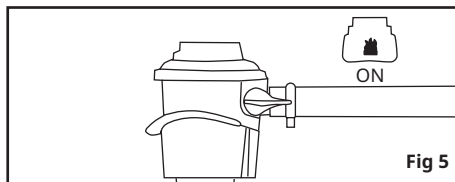

Fig 5
ABIERTO (ON): Tras acoplar el regulador en la válvula, puedes abrir el gas girando el mando hacia la izquierda hasta el tope, hasta que quede en posición horizontal. En esta posición puedes ver una llama roja con el texto "ON", tal como aparece en la imagen 5. Ahora la válvula se abre y sale el gas.